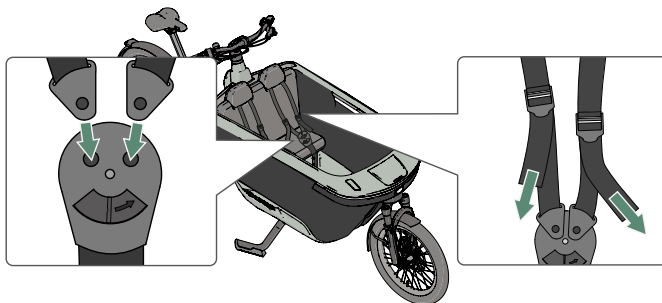

Figure 27 - Bouclez les ceintures.
4. Insérez les boucles de ceinture dans l'attache, comme indiqué à la figure 27 .